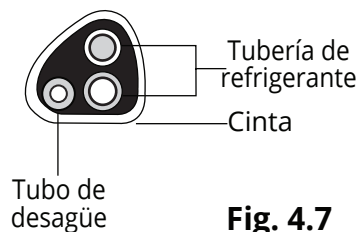

Fig. 4.7
3. Ahora, deberá unir con cinta adhesiva la tubería de refrigerante y el tubo de desagüe en un manjo, usando cinta aislante, asegurándose de que el tubo de desagüe esté en la parte inferior. NO pegue con cinta adhesiva los extremos de las tuberías (conectores). Consulte la Fig. 4.7 y la imagen a continuación para ver la orientación correcta de la tubería al encintar.